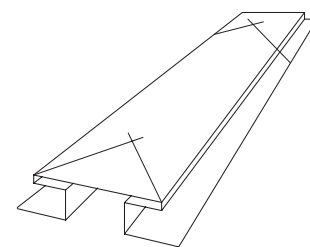

Рис. 29
- Перед монтажом планки сделайте ее разметку, приложив к месту установки так, чтобы зазоры между доборными элементами были минимальны. Обрежьте лишнее (рис. 29). Закрепите планку саморезами к обрешетке.